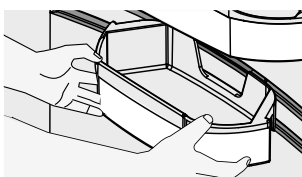

Figura 55
- Verifique que el anaquel haya quedado bien puesto (Figura 55)